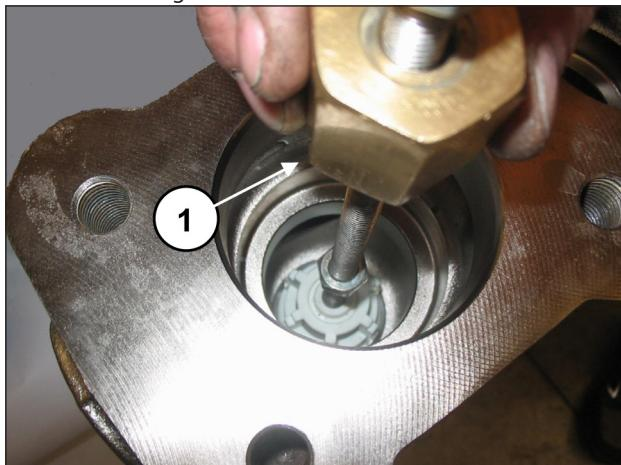

Fig. 112
Extraia o grupo da válvula de aspiração por meio de um martelo extrator (cód. 27516400) a ser aplicado no orifício M10 da guia da válvula (pos. ①, Fig. 112) ou, além disso, um possível adaptador M10-M16 (código 25089700) a ser aplicado na rosca M16 da guia da válvula.